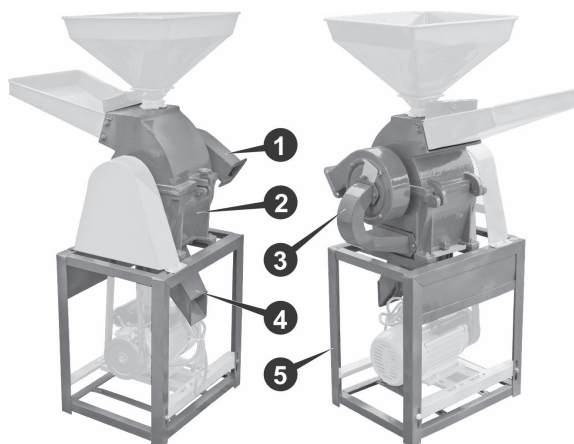

Рисунок 2. Порядок складання - 1
5.2.2. Встановити раму (5, рис.2) на горизонтальну тверду поверхню.
5.2.4. Встановити подрібнювальну камеру (2, рис.2) у зборі з вентилятором на раму. Різьбові кріпильні вироби надійно затягнути.
5.2.5. Встановити через гнучкі полімерні прокладки з'єднувальне коліно (3, рис.2) вентилятора вивантаження борошна, затягнути різьбові вироби кріплення.
5.2.6. Встановити на нижній вихідний отвір дробильної камери нижній лоток (4, рис.2) для виходу подрібненої продукції, закріпивши його за допомогою притискної рамки та болтів. Орієнтація вихідного отвору нижнього лотка (4, рис.2) має збігатися з орієнтацією вихідного отвору вентилятора (1, рис.2).